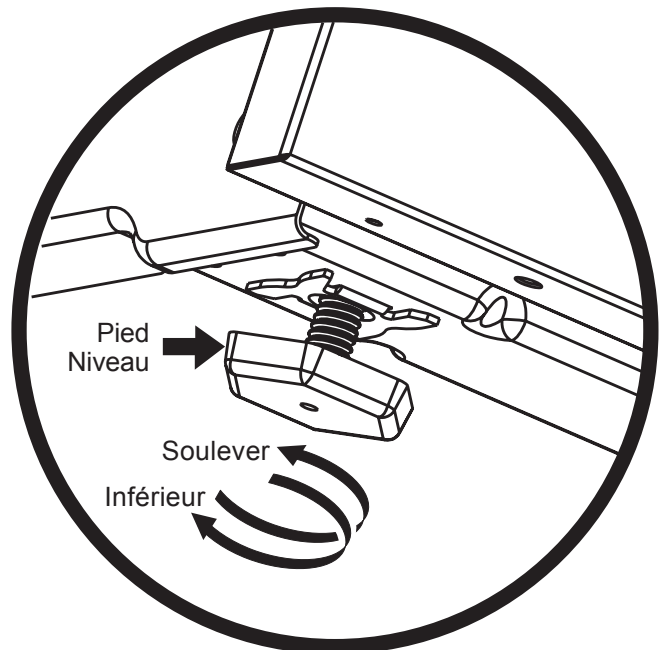

Figure 14 : Réglage de la hauteur de l'électroménager
3. Le cas échéant, mettre la cuisinière de niveau en ajustant les quatre pieds niveleurs avec une clé (Figure 14).